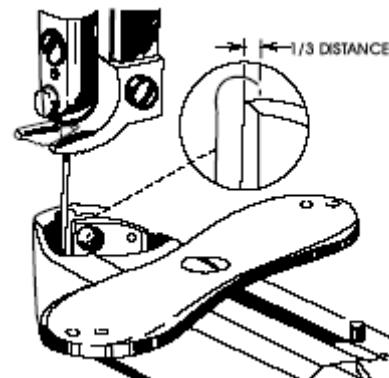

Рис. 36
Чтобы синхронизировать челнок, поверните штифт эксцентрика в отверстие для отвертки до тех пор, пока набегающий край держателя челнока не передвинется на каждом колебании в положение примерно одной третей расстояния поперек игольной щели под лицевой пластиной, как показано на Рис. 36.
**ЗАМЕЧАНИЕ:** На Рис. 36 изображение со снятым челноком, чтобы проиллюстрировать правильную синхронизацию набегающего края держателя челнока.